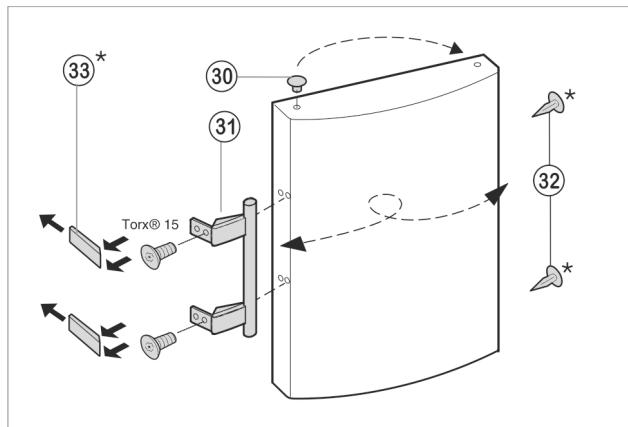

Fig. 10
- ▶ Čepe Fig. 10 (30) vzemite iz puše ležaja vrat in jih presta-vite.
- ▶ Ročaj Fig. 10 (31), čepe Fig. 10 (32) in potisne plošče Fig. 10 (33) odmontirajte in jih prestavite na drugo stran.